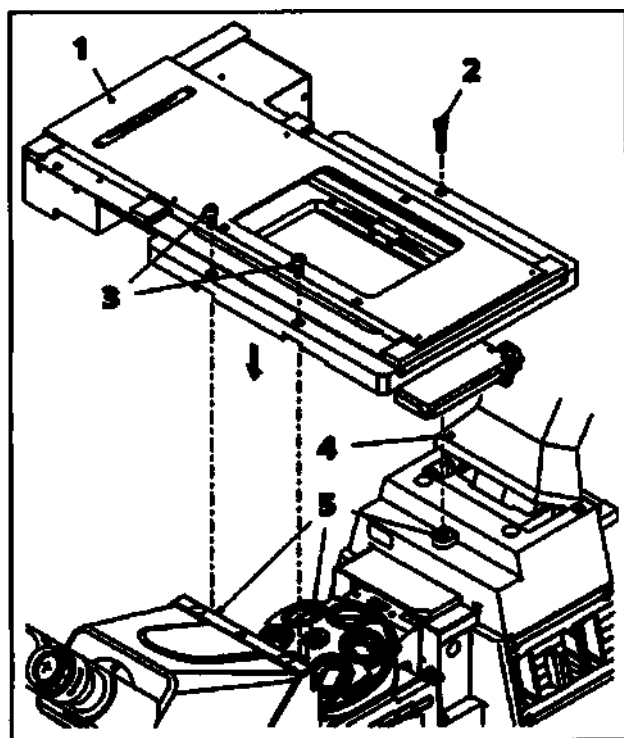

Рис. 27
- Для удобства сборки можно перевернуть держатель осветителя для работы в проходящем свете (рис. 27/4) (если установлено).
- Поместите сканирующий столик 130x100 MAT; CAN (рис. 27/1) на три точки крепления (рис. 27/5) на штативе, установите шайбы и закрепите столик тремя винтами: два в передней части (рис. 27/3) и один в задней (рис. 27/2).